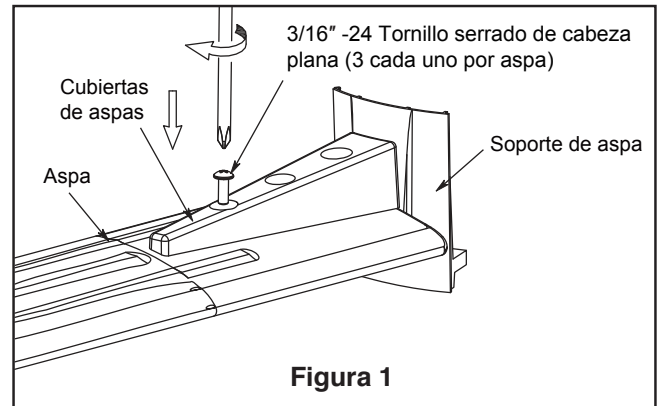

Figura 1
1. Instale la cubierta rotando la ranura clave en la cubierta sobre el tornillo de hombro del soporte del gancho, teniendo cuidado de no pillar los cables. Fije el tornillo de hombro. Instale adecuadamente y fije el segundo tornillo de hombro que fue anteriormente guardado. (Figura 1)
1. Apoye el lado liso del soporte de aspas sobre una superficie plana, con la parte interior del soporte mirando hacia arriba. Este es el lado que tiene los pilotes roscados y la base inclinada. Coloque las aspas sobre sus soportes con los postes roscados que se muestran. Asegúrese de que el borde inferior del asa esté completamente asentado sobre el brazo del asa. Coloque la cubierta del soporte de aspas sobre el asa, y alinee los orificios sobre los pilotes roscados. Con un destornillador Phillips, enrosque ambos tornillos en los pilotes pero no los ajuste por completo. Antes de ajustarlos por completo, alinee la línea central del soporte de aspas con el centro del extremo del asa. Ajuste ambos tornillos para asegurar el asa. (Figura 1)
1. Extraiga los seis tornillos del soporte ubicado en la parte inferior de la unidad del motor. Instale la unidad de la placa de luz en al soporte utilizando los tornillos retirados previamente. (Figura 1)